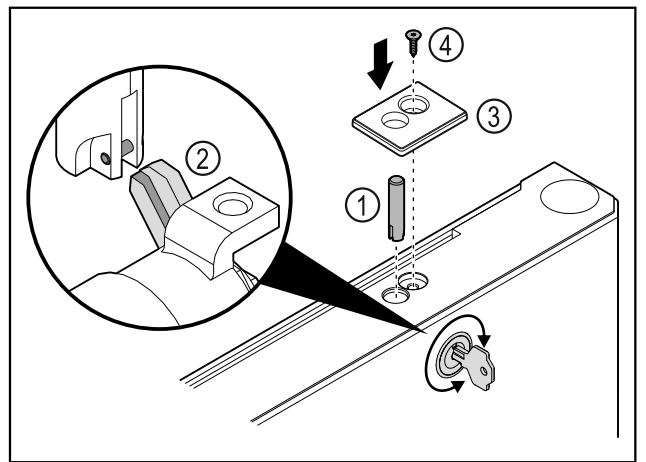

Fig. 41
- ▶ Sett inn låsebolten Fig. 41 (1).
- ▶ Drei låsen litt, slik at låsebolten Fig. 41 (2) smekker på plass i spalten i låsen.
- ▶ Sett på dekselet Fig. 41 (3).
- ▶ Sett inn skruen Fig. 41 (4).